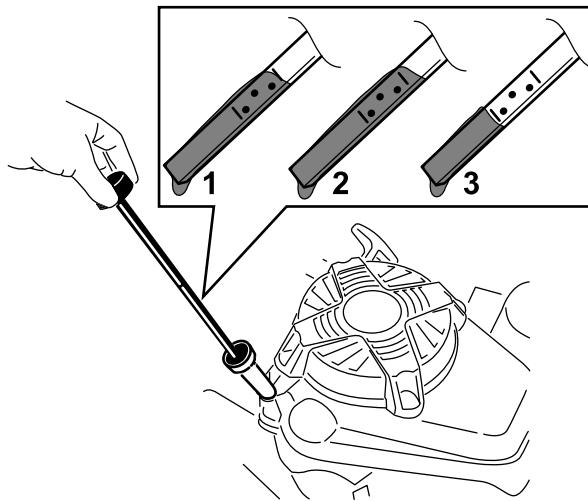

Figure 22
3. Tournez le bouchon dans le sens antihoraire et sortez la jauge (Figure 22).
10. Vérifiez le niveau d'huile indiqué par la jauge (Figure 22).